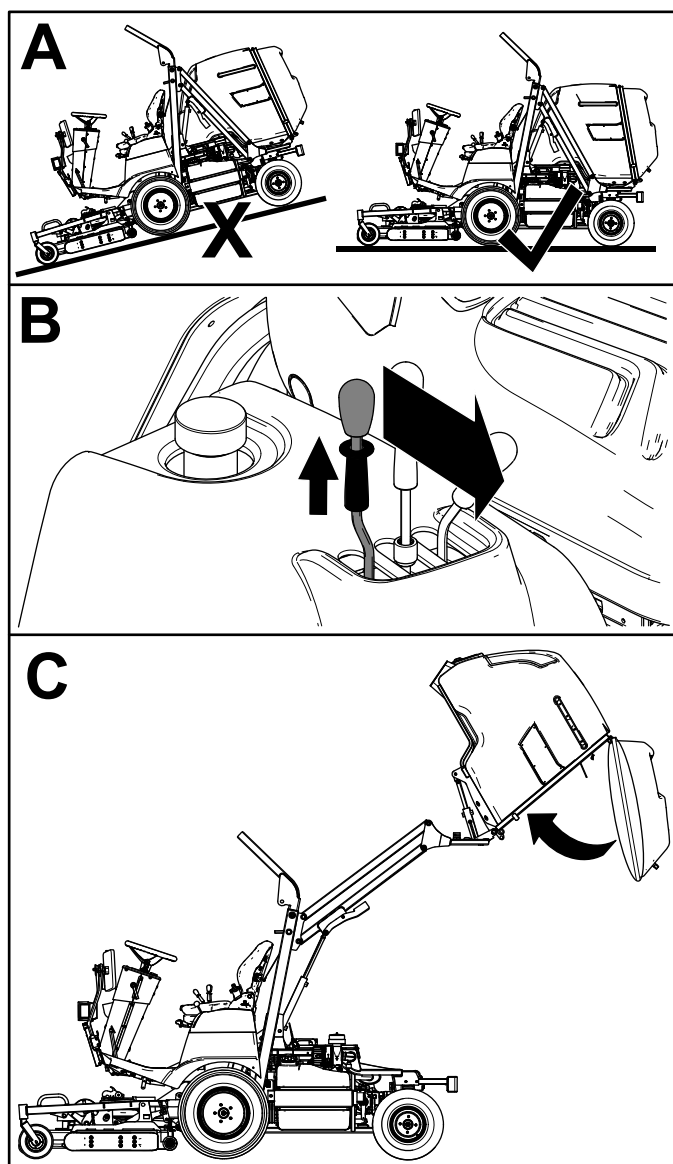

Figura 26
2. Dopo lo scarico, tirate verso l'alto il collare di bloccaggio sulla leva di scarico della tramoggia e spostate in avanti la leva per chiudere la tramoggia (Figura 26).